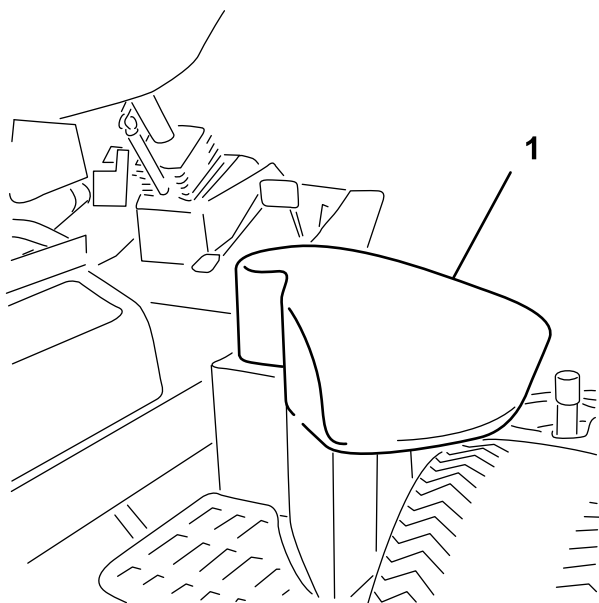

Figura 37
2. En el lado derecho del tractor, levante la tapa del depósito de aceite hidráulico (Figura 37).